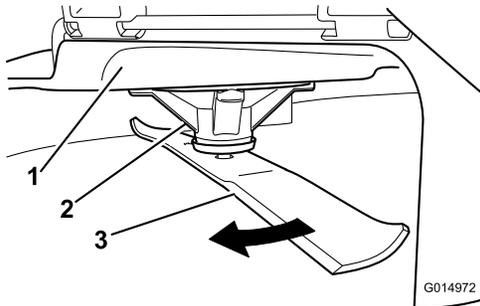

図 60
2. 厚手の丈夫な手袋をはめるなどして確実に保護した手で、ブレードをゆっくり回転させ、適当な位置で、刃先から床面までの距離を測定する 図 60。